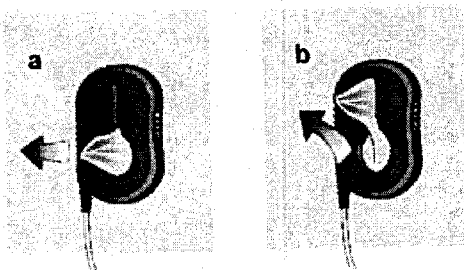

Figura 4.19 Tire de la tela a través de la hendidura (a) y apriétela para fijarla (b).
2. Pase la tela de la ropa por la abertura grande de la antena. A continuación, apriete la tela en la hendidura estrecha para fijar en posición la antena (Figura 4.19).